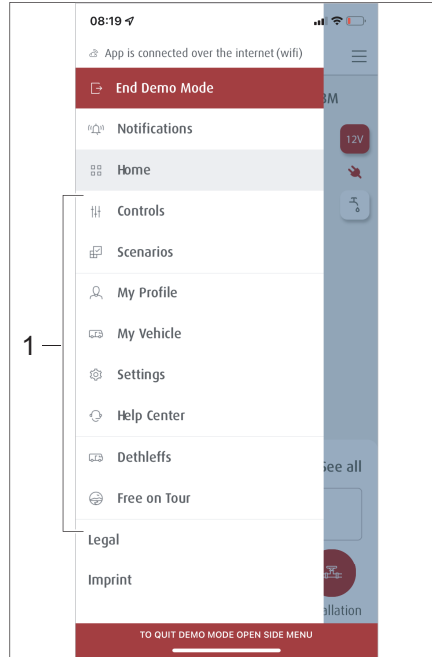
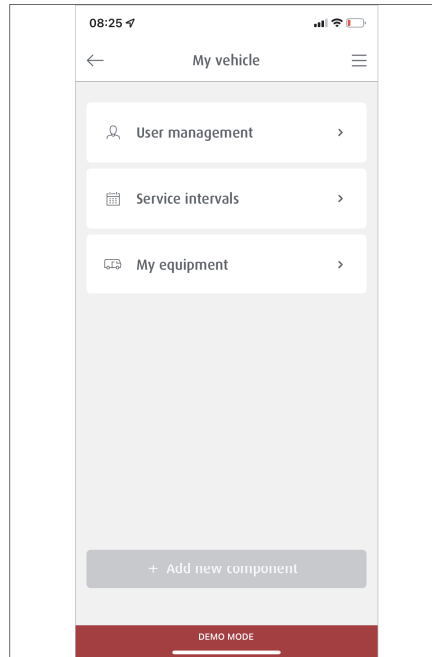

Fig. 290 Submenús
Fig. 295 Submenú Mi vehículo
- Presionar en el área de menú en el símbolo ☰. Se muestran los submenús (Fig. 290,1).
- Presionar en el área de menú *Escenarios* (Fig. 290,1).
- Seleccionar en los submenús (Fig. 290,1) el menú *Manejo*.
- Seleccionar en los submenús (Fig. 290,1) el menú *Mi vehículo*. En el submenú *Mi vehículo* (Fig. 295) se puede configurar el acceso de invitados, programar citas de servicio e ingresar el equipamiento del vehículo.